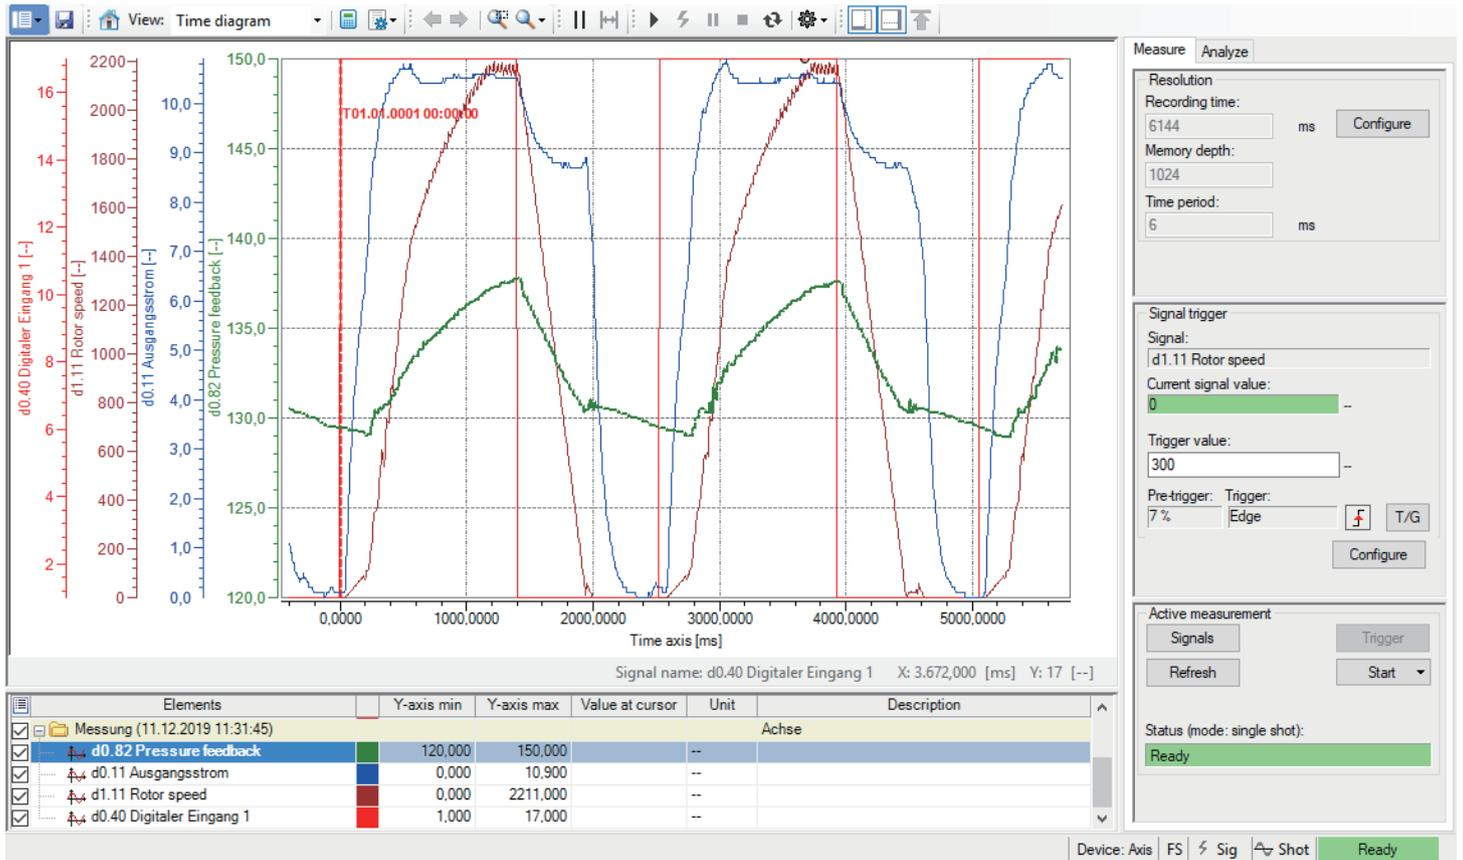

图 18: 示波器功能窗口
- 单击“开始”以开始测量 ④（请参见图 18: 示波器功能窗口）。
- 单击 ⑤，可显示所有 Y 轴，或选择一个范围以在单独的表格中查看每条通道的最小值 / 最大值 / 平均值 / RMS 值。